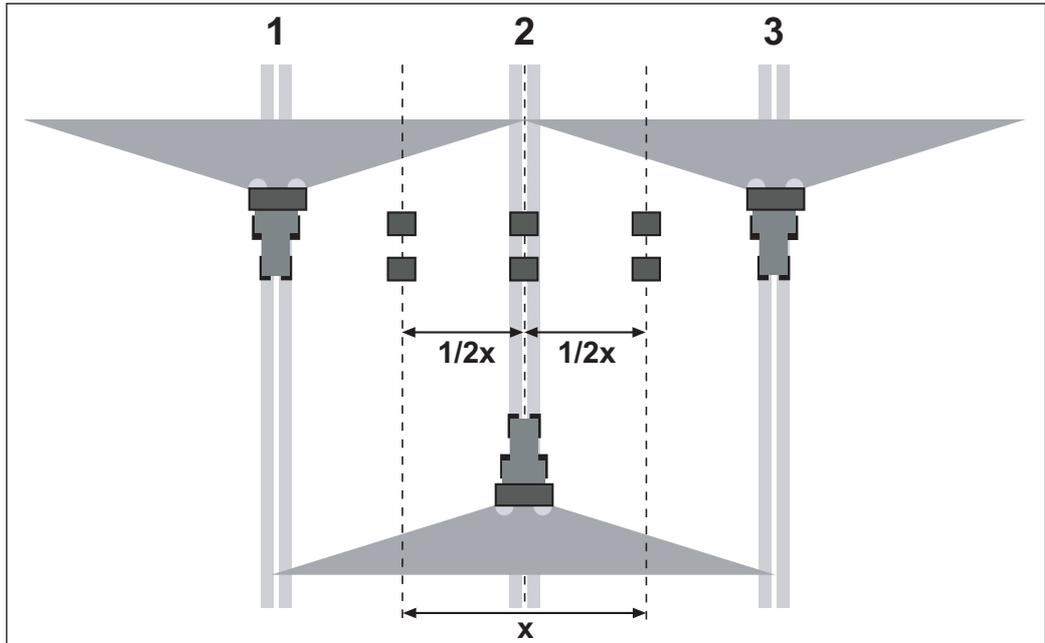

図 7.19: 3回走行の配置
- 図のように2つのトレイをオーバーラップゾーン（行路の間）に一直列に置き（1 m 間隔）、1つはセンタートラックに配置します（図 7.19を参照）。